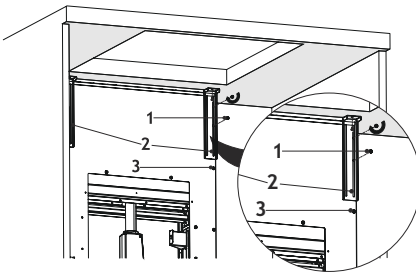

Fig. 16
6. ▶ Montera fläkten med de 2 x korta monteringsbeslagen i bänkskivan (Fig. 16).